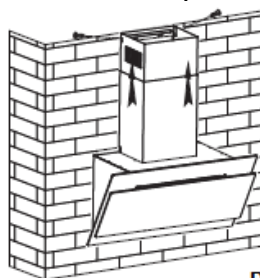

Рис. 6
8. Отрегулируйте высоту внутреннего дымохода в соответствии с положением внутреннего кронштейна дымохода и закрепите его винтом. См. Рис. 6